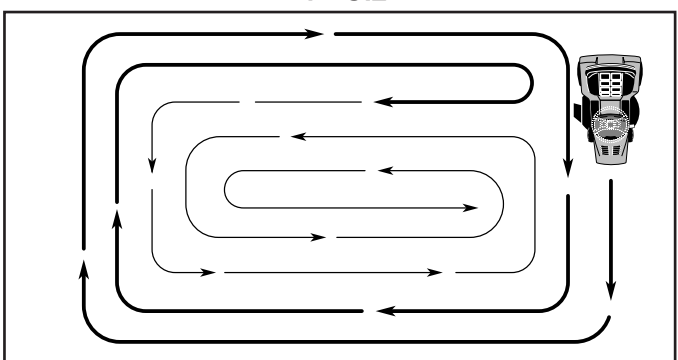

FIG. 8b
- Pour tondre une grande surface, on vous conseille de commencer par tourner à droite, de façon à ce que l'herbe ne soit pas déversée sur les arbustes, les clôtures, les allées, etc. Après un ou deux tours, tondez en sens inverse en tournant à gauche jusqu'à ce que le travail soit achevé (Voir la Fig. 8b).